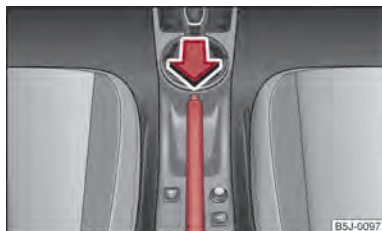

Fig. 84 Consola central: Freno de mano
- Tire de la palanca del freno de mano un poco hacia arriba y pulse **simultáneamente** el botón de bloqueo ⇒ fig. 84.